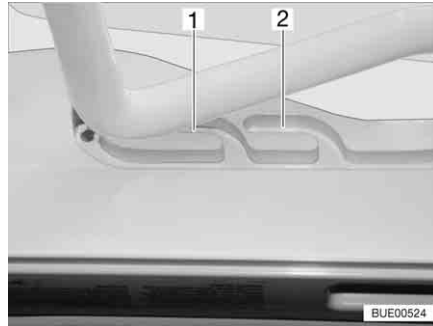
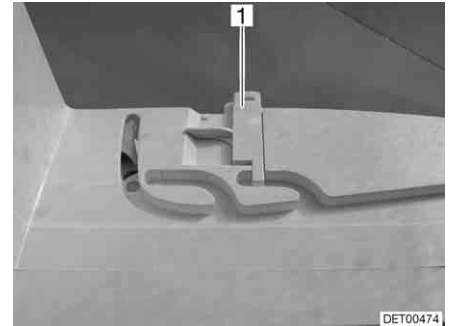

Fig. 113 Lanterneau Heki en position de ventilation
Fig. 114 Verrouillage position de ventilation
Il est possible d'amener le lanterneau Heki en deux positions de ventilation : Position pour mauvais temps (Fig. 113,1) et position intermédiaire (Fig. 113,2). Selon l'équipement, il est possible de verrouiller le lanterneau en position intermédiaire avec les deux verrous (Fig. 114,1) à gauche et à droite du cadre du lanterneau.
- Pousser légèrement l'étrier vers le haut, le pousser dans la glissière choisie (Fig. 113,1 ou 2) et le verrouiller si nécessaire.